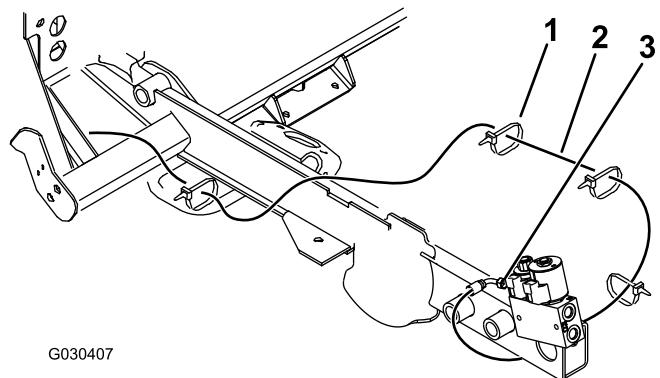

Figura 20
8. Encaminhe o tubo comprido sob a estrutura do radiador, sobre o elemento transversal e ao longo da calha, até à válvula (Figura 20).
9. Prenda o tubo comprido com quatro braçadeiras de cabos (Figura 20).